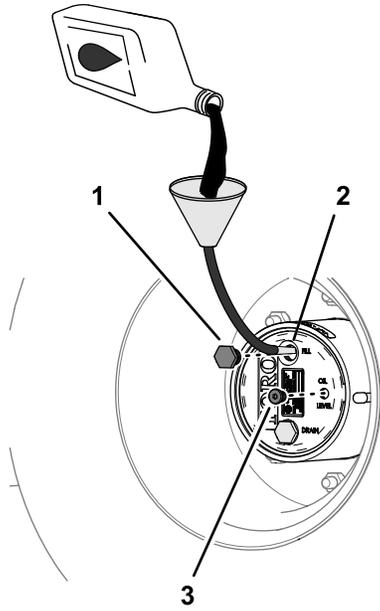

Figura 88
verificación (Figura 88); consulte Especificación del lubricante del engranaje planetario (página 70).
6. Instale el tapón de llenado y el tapón de verificación (Figura 88).
1. A través del orificio del tapón de llenado, añada lentamente el lubricante de engranajes especificado; consulte la Figura 88 de Comprobación del lubricante de la transmisión planetaria \(página 70\).
3. Instale el tapón de llenado y el tapón de verificación; consulte la Figura 88 de Comprobación del lubricante de la transmisión planetaria \(página 70\).